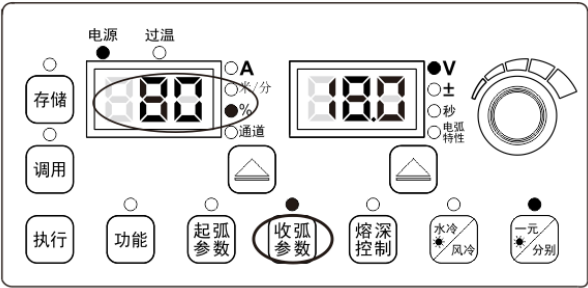

图 3-8 收弧参数百分比设置界面
1. 短按**收弧参数**键，LED 指示灯和 “%” 指示灯点亮，进入收弧参数查看，如图 3-8 所示。